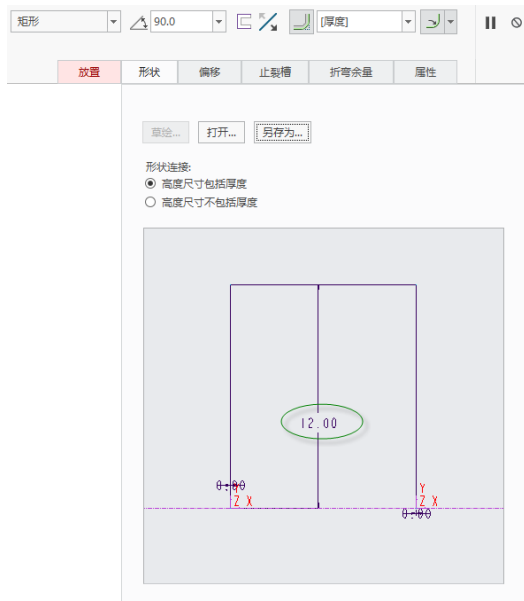

图 6-94 设置形状尺寸
(1) 在功能区“模型”选项卡的“形状”组中单击  (平整) 按钮，打开“平整”选项卡。
(2) 默认的形状选项为“矩形”选项，折弯角度为“90°”，折弯的内侧半径值等于“厚度”。打开“形状”面板，设置图 6-94 所示的形状尺寸。